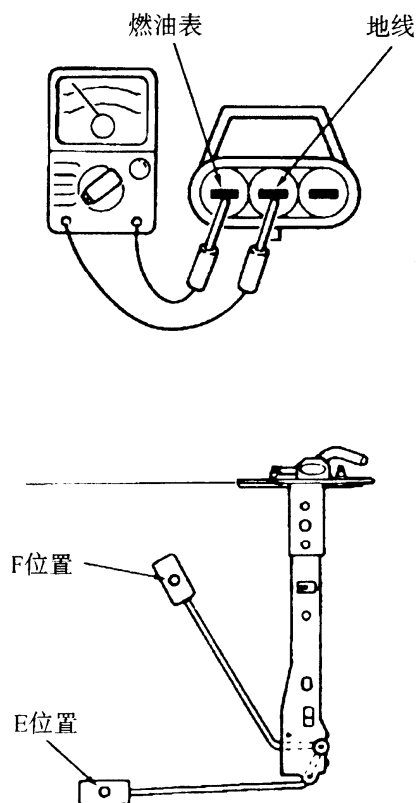

图 20-34
(1) 燃油传感器的基准电阻值
①燃油传感器的浮子在 F 位置和 E 位置时，检查燃油传感器端子和地线端子间电阻值是否在标准值范围内（见图 20-34）。